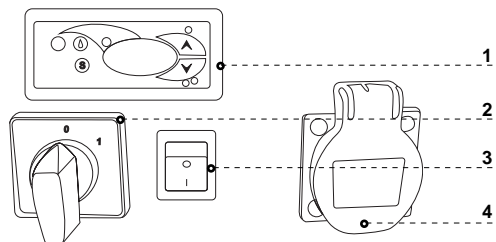

Abb.7 Steuerungspaneel
- Hauptschalter-Taste drücken Abb.7/2 (S.24), dadurch wird das Einschalten des Thermostats und Aggregats gelöst
- Auf der Temperaturregelung Abb.7/1 (S.24) die Temperatur einstellen (für Bedienung siehe S.29 oder 30)
- Beleuchtungs-Taste drücken Abb.7/3 (S.24)